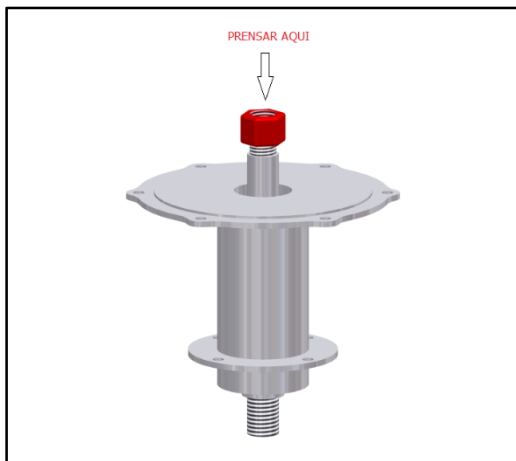

Figura 16: porca rosqueada para proteção do eixo.
- i) Para proteção do eixo, rosqueie uma porca 5/8"UNF no lado em que o rotor estava (figura 16). Com uma prensa hidráulica, remova o eixo e os rolamentos, aplicando pressão cuidadosamente em cima da porca.